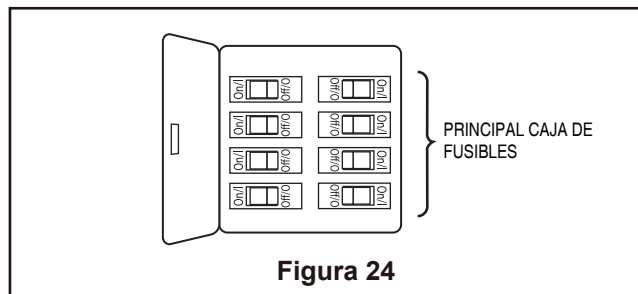

Figura 24
- ☐ 1. Restaure la fuente de alimentación de la toma de corriente enciendo la electricidad del fusible principal. (Figura 24)